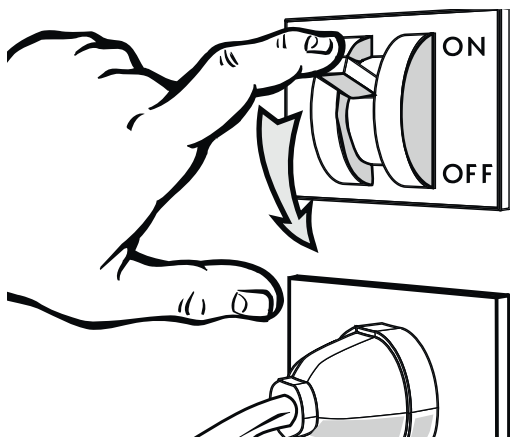

Abb. 34
- Trennen Sie das Kühlmöbel mit Hilfe des Wandschalters vom Stromnetz ("Abb. 34").